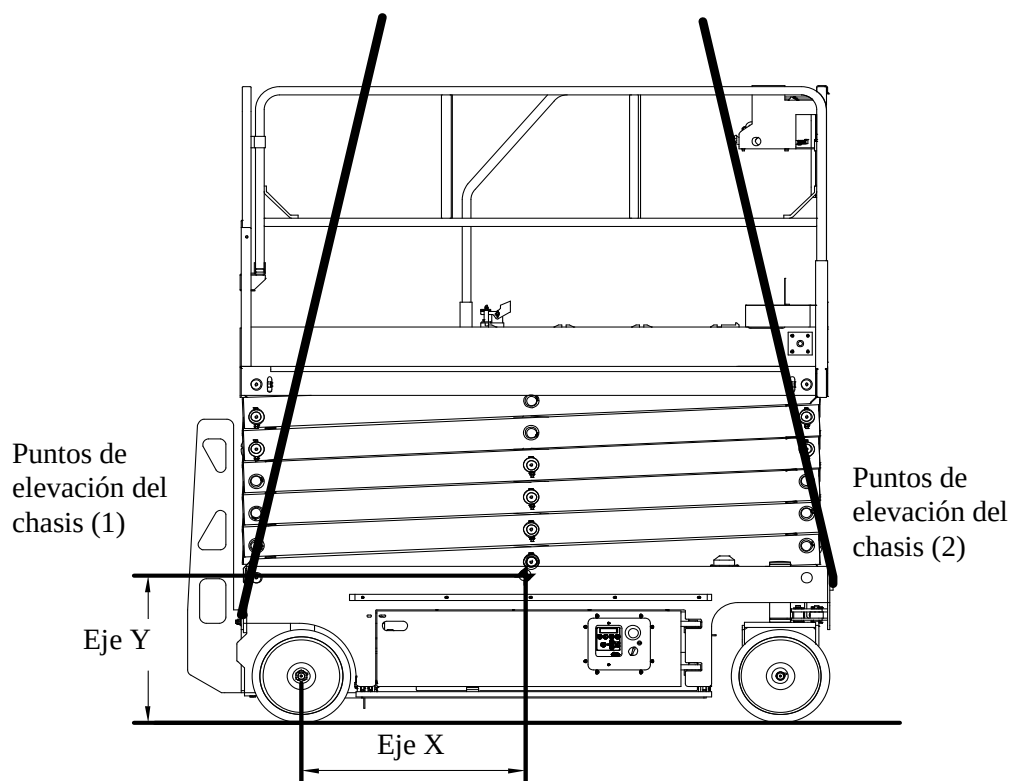

Figura 4-4 Centro de gravedad
- 2) Utilice la Tabla 4-4 y la Figura 4-4 para determinar el centro de gravedad del vehículo.